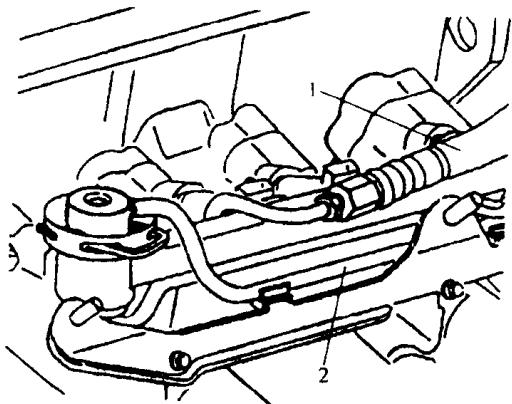

图 1-14 拔下供油管和回油管
(13) 从空气滤清器上取下活性炭罐电磁阀。
(14) 拆下空气滤清器至节气门控制器之间的空气管路。
(15) 拆下空气滤清器罩壳。
(16) 拔下燃油分配管上的供油管 1 和回油管 2，如图 1-14 所示。注意：燃油系统是有压力的，在打开系统之前先在开口处放置抹布，然后小心地松开接头以泄放压力。